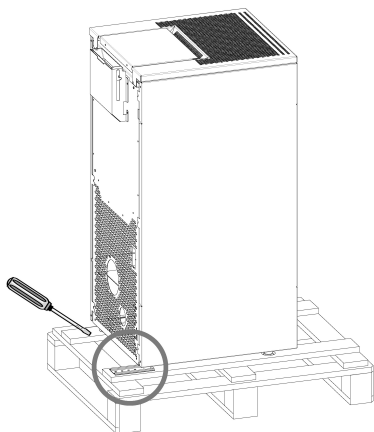

Fig. 1 - Rimozione staffe
- Rimuovere le staffe che bloccano i piedi della stufa (vedi **Fig. 1**). Poi procedere con la rimozione della stufa dal bancale.